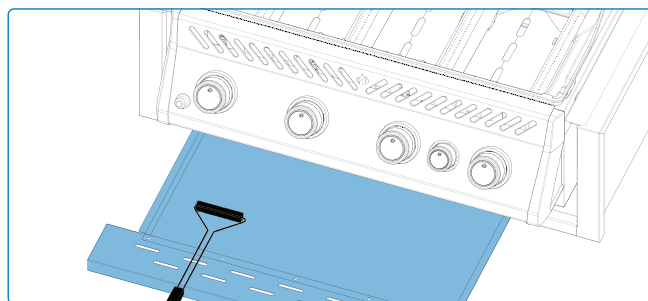

Рис. 12
1. Выдвиньте поддон для жира из гриля, чтобы получить доступ к одноразовому лотку для жира или очистить поддон (Рис. 12).